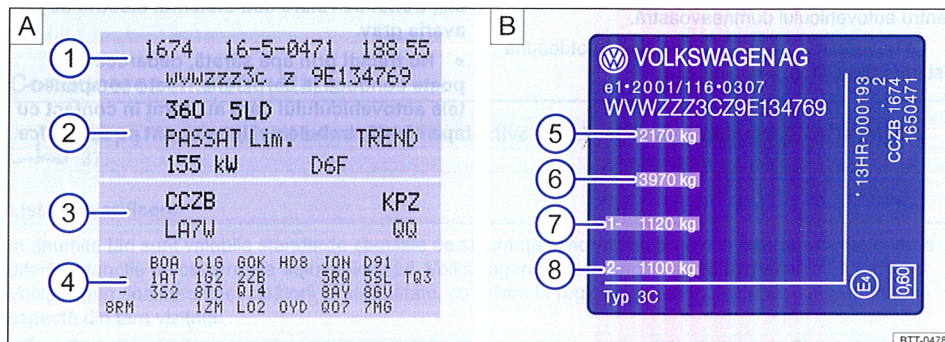

Fig. 17 (A) Plăcuța de identificare a autovehiculului: în imaginea exemplificatoare cu codul motorului CCZB (3). (B) Plăcuța de identificare tip.
Eticheta cu datele autovehiculului ⇒ fig. 17 A este lipită în zona locașului roții de rezervă din portbagaj și conține următoarele date:
- 3 Codul motorului și al transmisiei, codul vopselei, dotările interioare. În exemplu, codul motorului este „CCZB” ⇒ fig. 17.
Plăcuța de identificare tip ⇒ fig. 17 B poate fi văzută după deschiderea portierei șoferului, jos, pe stâlpul portierei. Autovehiculele pentru anumite țări de export nu au plăcuța de identificare tip.